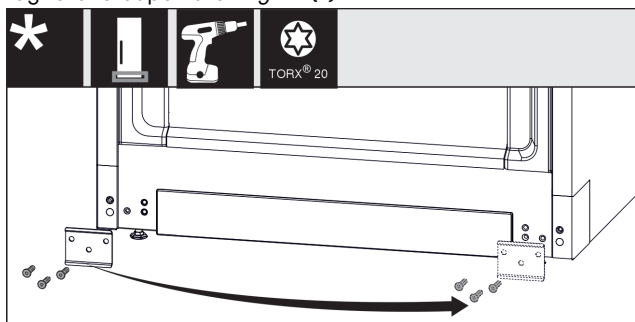

Fig. 18
- Svitare la lamiera, spostarla sull'altro lato e riavvitare. Fig. 18 (1)